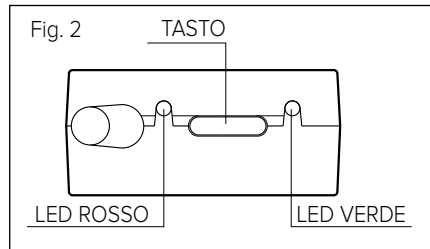

Fig. 2
- Verificare che i collegamenti tra il ricevitore ed il generatore di calore siano stati eseguiti correttamente (ricevitore, led verde acceso) (Fig. 2 ) secondo le indicazioni riportate nel libretto istruzioni del ricevitore.